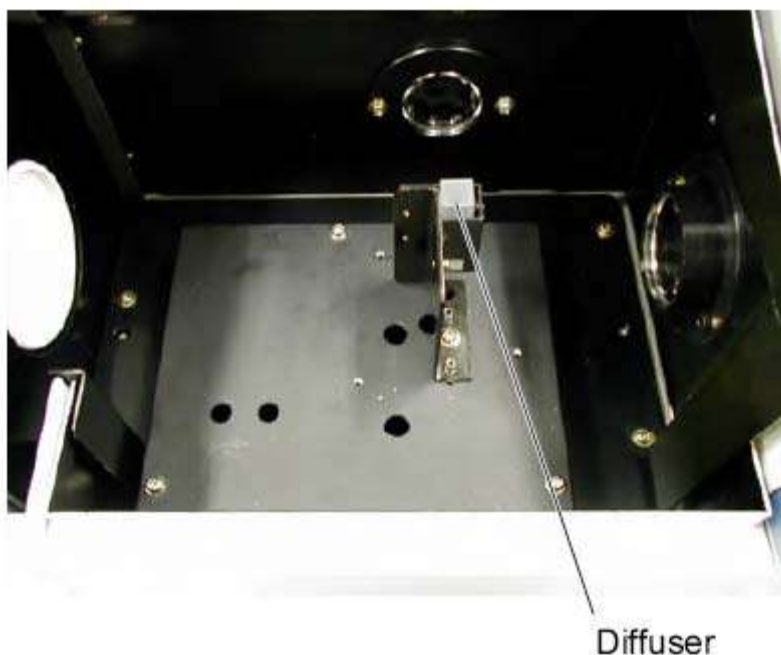

Рис. F-12
- (1) Закройте крышку отсека выборки.
- (2) Нажмите кнопку ... (метод анализа) на панели инструментов «Измерение». Появится окно настроек метода анализа.
- (3) Выберите вкладку «Общее». На этой вкладке выберите «Сканирование по длинам волн» для режима измерения.
- (4) Выберите вкладку «Прибор»
- (5) Для режима данных выберите «Флуоресценция», напряжение фотоумножителя «400В».
- (6) Выполните команду «Установка нуля» из меню «Спектрофотометр», чтобы выполнить калибровку точки нуля.
- (7) Установите рассеиватель в держатель кюветки в отсеке выборки (смотрите рис. F-12).